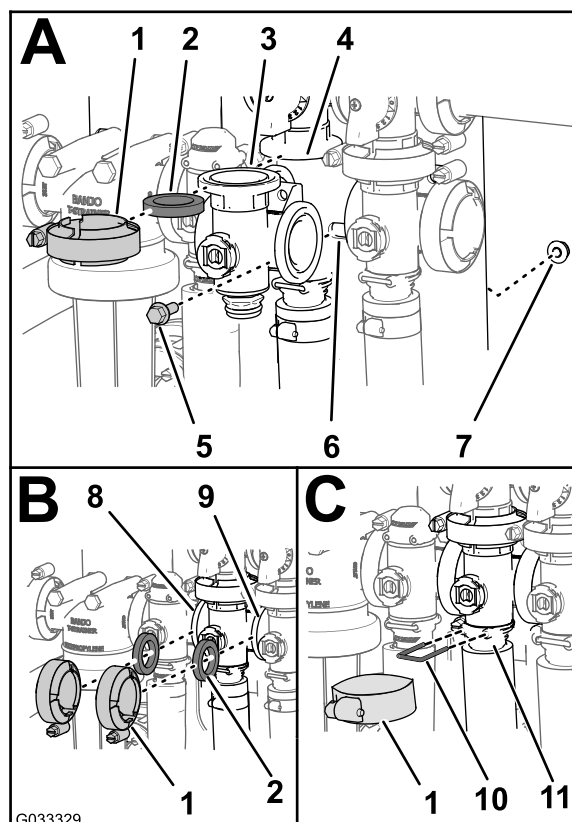

Рисунок 76
1. Совместите фланец коллектора клапана перемешивания, одну уплотнительную прокладку и фланец перепускного клапана перемешивания (вид А на Рисунок 76).
2. Соберите перепускной клапан перемешивания, уплотнительную прокладку и коллектор клапана перемешивания с помощью хомута, затянув его от руки (вид А на Рисунок 76).
3. Установите уплотнительную прокладку между фланцами клапана управления интенсивностью опрыскивания и коллектором клапана перемешивания (В на Рисунок 76).
4. Соберите уплотнительную прокладку и коллектор клапана перемешивания с помощью хомута, затянув его от руки (вид В на Рисунок 76).
перемешивания и главного клапана стрелы (вид В на Рисунок 76).
6. Соберите коллектор клапана перемешивания, уплотнительную прокладку и главный клапан стрелы с помощью хомута, затянув его от руки (вид В на Рисунок 76).
7. Установите коллектор клапана перемешивания и гнездо с помощью хомута, затянув его от руки (вид С на Рисунок 76).
8. Прикрепите штуцер торцевой крышки к выпускному штуцеру, вставив держатель в гнездо выпускного штуцера (вид С на Рисунок 76).